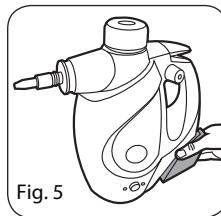

Fig. 5
1. Presione el pestillo en el lateral del tanque de solución de limpieza y aflojelo (Fig. 5).